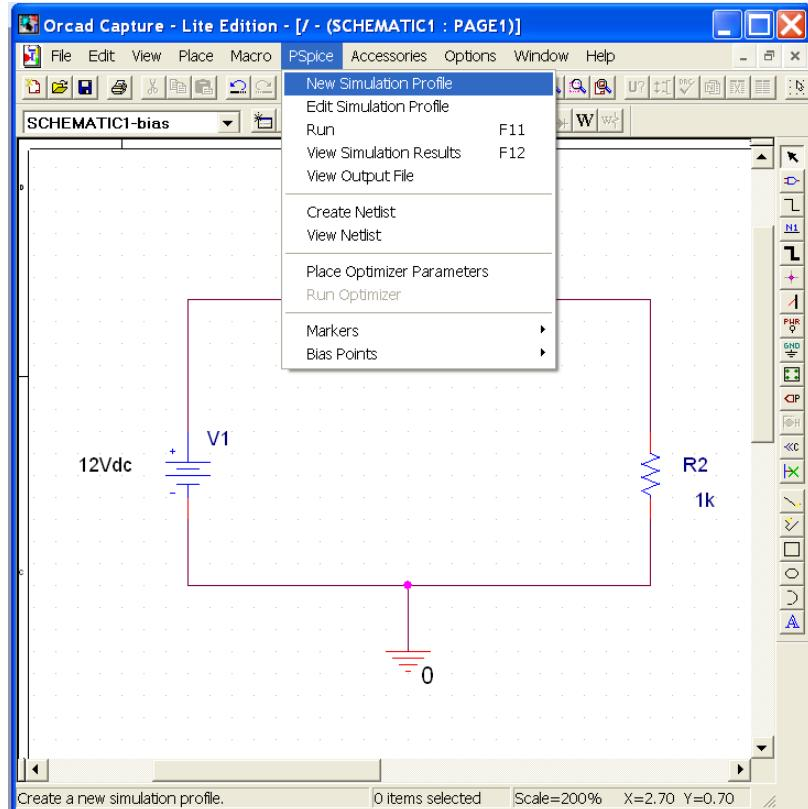

图 10. 建立 Simulation Profile
- 1) PSpice->New Simulation Profile (图 10).